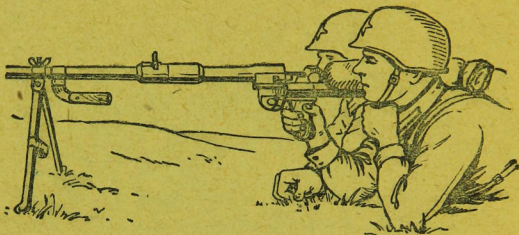

Рис. 16. Прицеливание и спуск ударника
2. Упереть приклад в правое плечо и левой рукой придерживать за деревянный упор приклада (придерживать левой рукой за трубу приклада не разрешается: ударит по руке затвор); приложить правую щеку к упору и, прицеливаясь, плавно нажать на спусковой крючок (рис. 16).